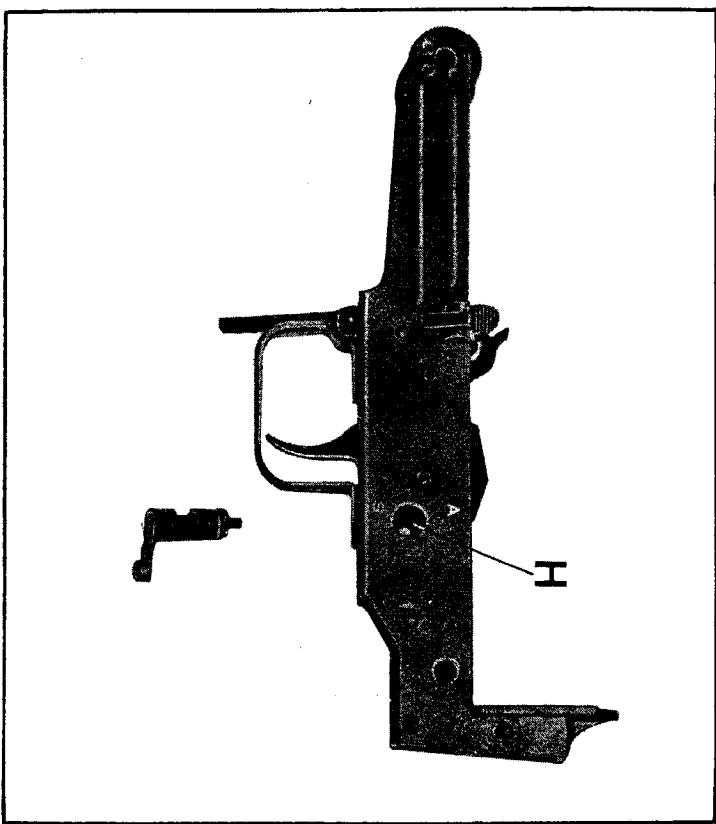

Fig. 62
Posizionare il selettore su « 1 » (colpo singolo). Con attrezzo 104 disimpegnare il terminale posteriore della molla leva raffica dalla scanalatura del selettore per liberarlo. Affermare la testa del selettore e sfilarlo dal foro H della scatola scatto da destra a sinistra, come indicato dalla freccia (fig. 62). La fig. 63 mostra il foro « H - nella scatola scatto ed il selettore sfilato.
*Grasp selector head and remove it from hole "H" as shown by arrow, i.e. from right to left (figure 62).*